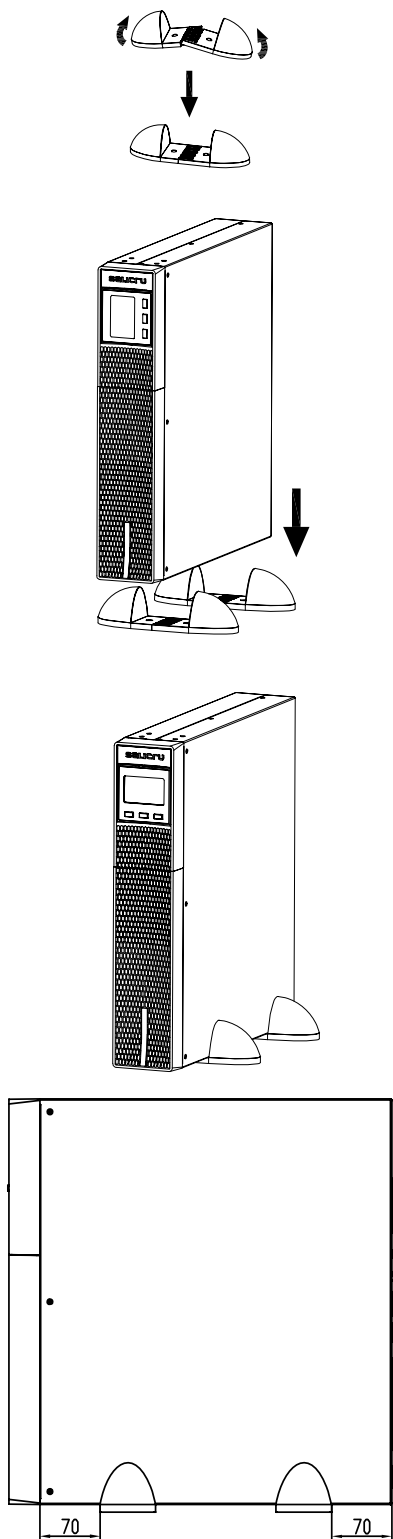

Fig. 6. Montagem vertical (tipo torre).
- Coloque o UPS de pé entre as duas bases a uma distância de 70 mm desde cada extremidade (ver a Fig. 6).